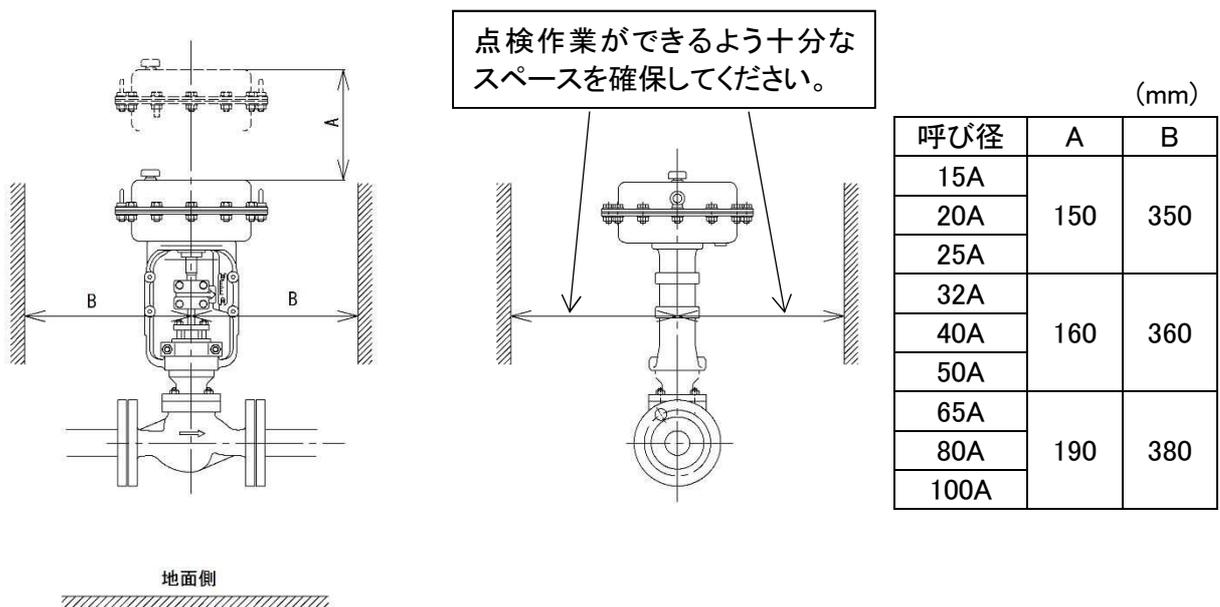

図5
- (5) 取付けは出入口方向を確認して取付けてください。(製品本体の側面に矢印がありますので、流体の流れ方向に合わせてください。) また、設置姿勢は図5に示す垂直方向の姿勢で配管してください。
*メンテナンスを容易に行えるように、製品設置において図5に示す寸法(A および B)以上の空間を確保するとともに、点検作業ができるように十分なスペースを確保してください。